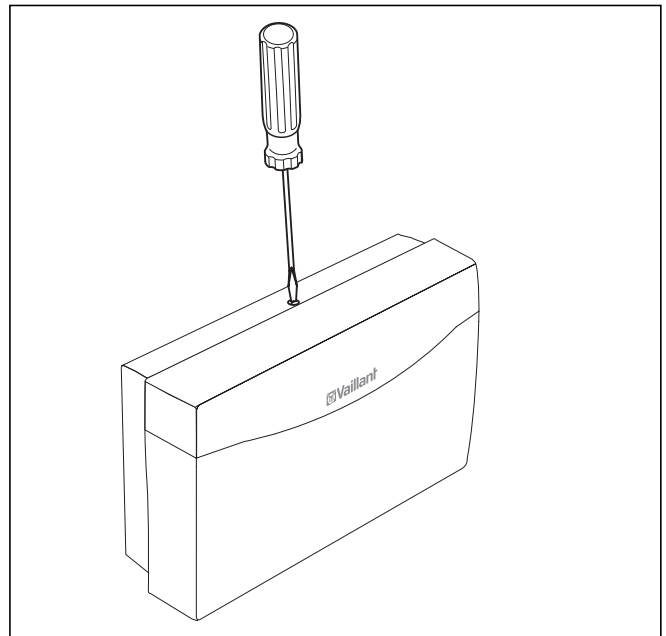

Fig. 4.1 Apertura de la carcasa
- Rasgue los dos puntos de fijación de forma adecuada en función de los orificios de sujeción (1).
- Atornille la cubierta de la carcasa según la fig. 4.1.